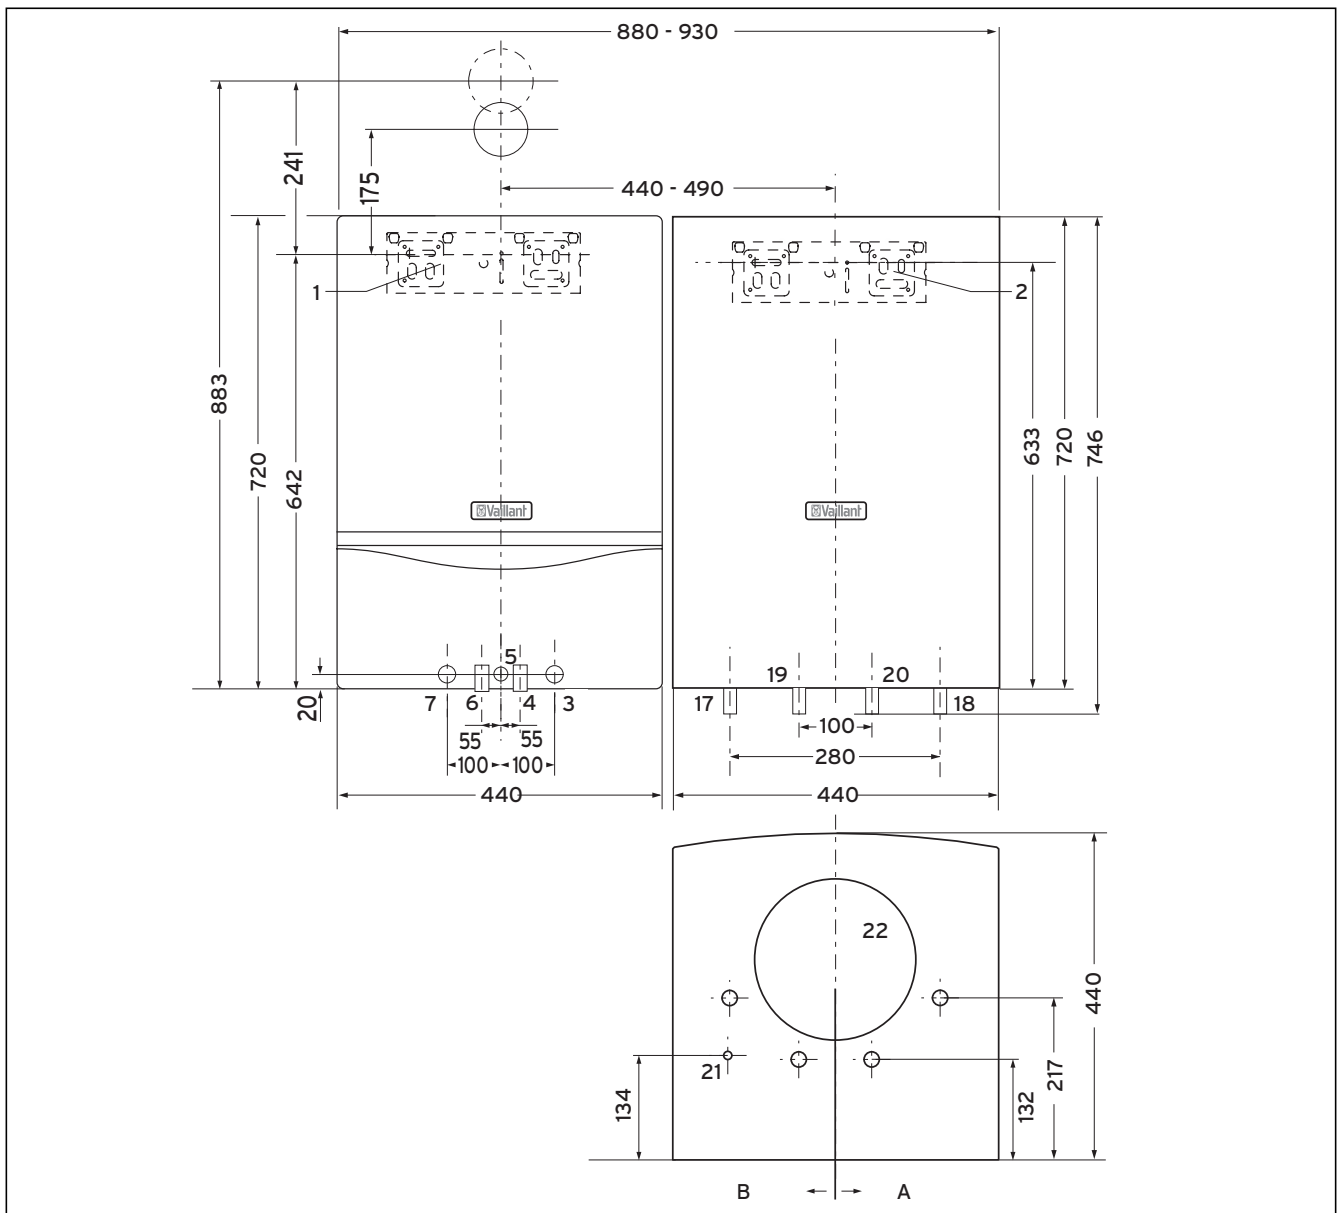

Abb. 4.2 Abmessungen bei Montage neben dem Heizgerät
- Bohren Sie die Löcher für den Gerätehalter entsprechend Abbildung 4.2 (Unterkanten des Speichers und des Heizgerätes auf gleicher Höhe).
- Beachten Sie die „Warm-“ und „Kaltwasser-Seite“ in Abb. 4.2 und 4.3.